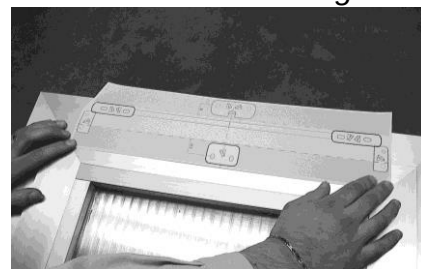

Figure 7
- Г. Прикрепите шаблон к оконной раме, убедитесь, что оси совпадают с центральной линией промаркированной «X» (Рис. 7). ВНИМАНИЕ: для некомпанарного окна разрезать шаблон по серой линии и наложить части на раму и створку.